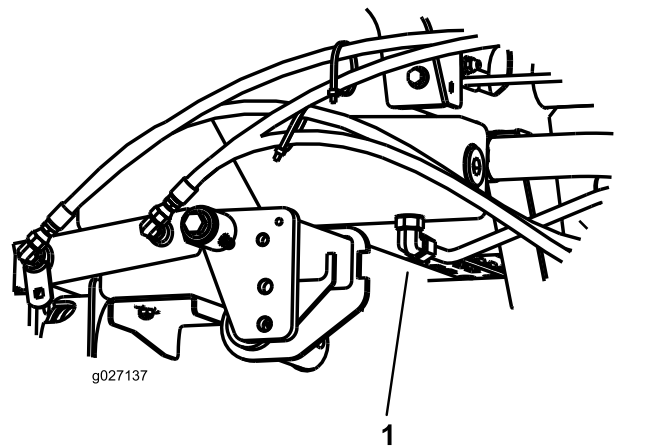

Bild 73
3. Stellen Sie eine große Auffangwanne unter das Anschlussstück, das unten am Hydraulikölbehälter befestigt ist (Bild 73).